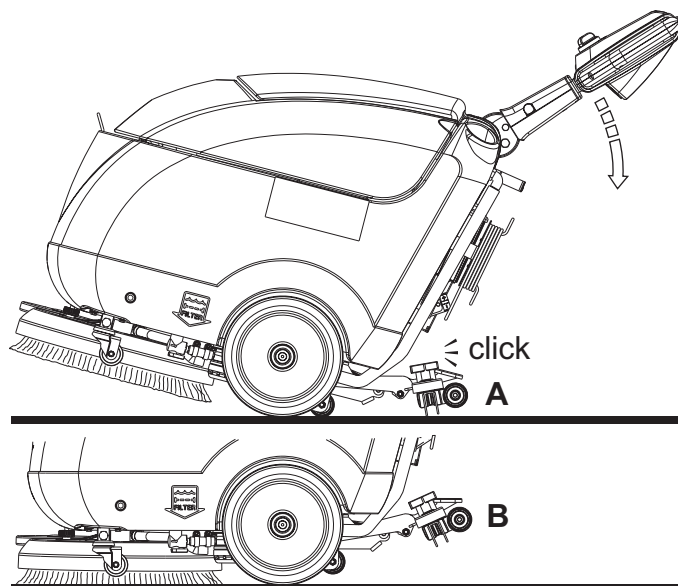

Figure 3
1. Saisir le guidon (2), le baisser jusqu'à ce que la roue arrière (7) ne touche le sol (A, Fig. 3) puis accrocher l'embouchure en position soulevée (B)